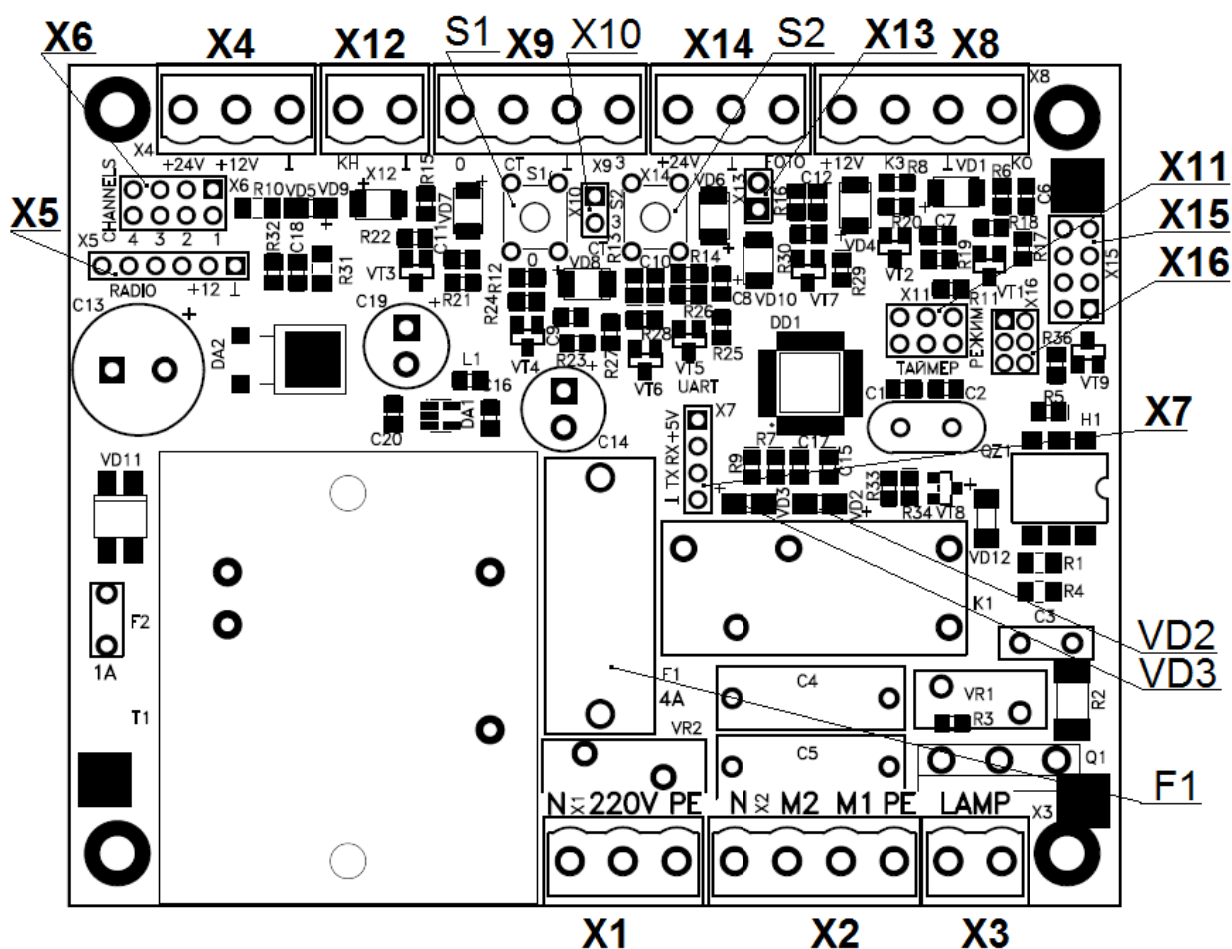

Рисунок 6
Питание шлагбаума однофазное, подключается к разъему X1 (см. Рисунок 6)
Фотоэлементы подключаются к разъему X14 (см.Рисунок 6)
При отсутствии фотоэлементов на переключателе X13 (см. Рисунок 6) должен быть установлен джампер. При отсутствии перемычки шлагбаум не будет закрываться.
3. Блок перейдет в режим настройки задержки таймера. Количеством миганий индикаторов открытия и закрытия(см. Рисунок 6) отобразится текущее время задержки в секундахкратное 5. (3 мигания – 15 секунд)
При наличии фотоэлементовможно активировать функцию авто-закрытия шлагбаума, установив перемычку возле подписи «РЕЖИМ», на колодке выбора режима **X11**(см. Рисунок6).